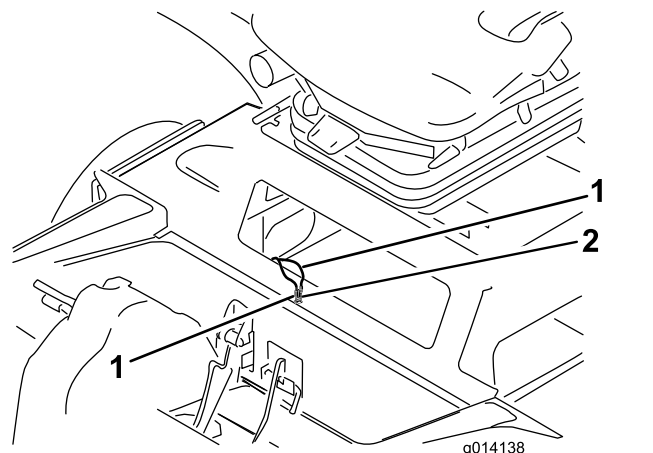

Figure 62
3. Localisez les 2 câbles volants de compensation dans le compartiment (Figure 62).